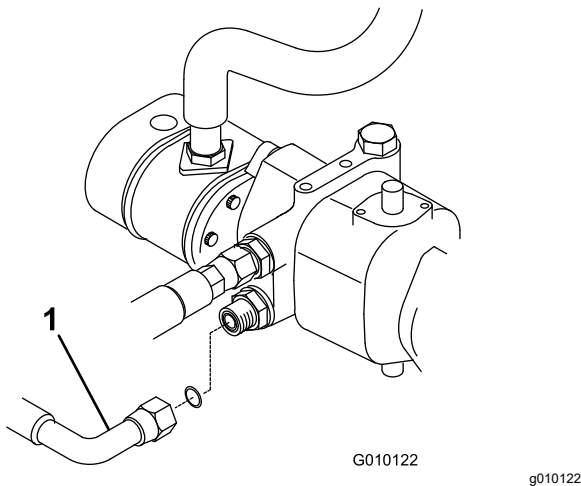
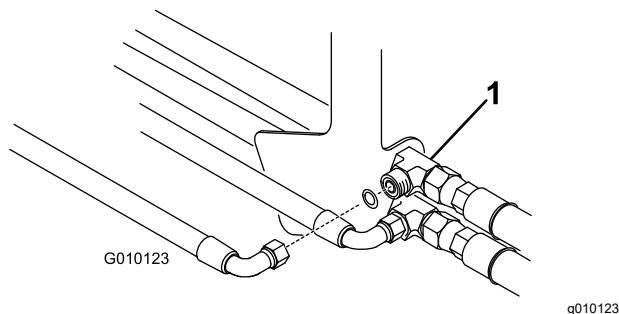

Bild 6
Bild 7
5. Schließen Sie den unteren Hydrostatschlauch (Bild 6) vom Hydrostat und vom T-Anschlussstück an der oberen Spritzwand zu den Vorderradmotoren ab (Bild 7).